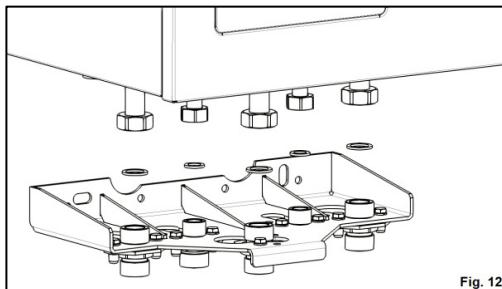
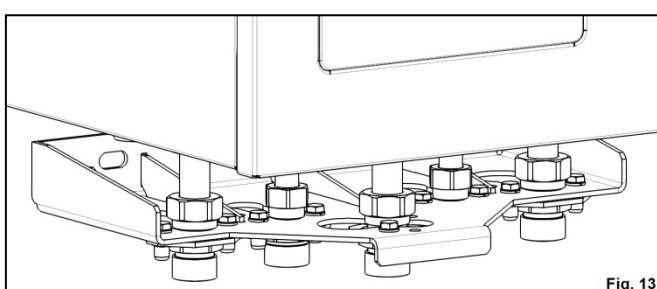

Fig. 12
Fig. 13
**8.** Se ataseaza ansamblul obtinut la tevile montate anterior pe unitate (Fig. 13), asigurandu-se corespondenta tevilor. Etansarea (Fig. 12) se realizeaza prin intermediul garniturilor B (2 buc.) si D (3 buc.) si strangerea piulitelor (30 Nm).